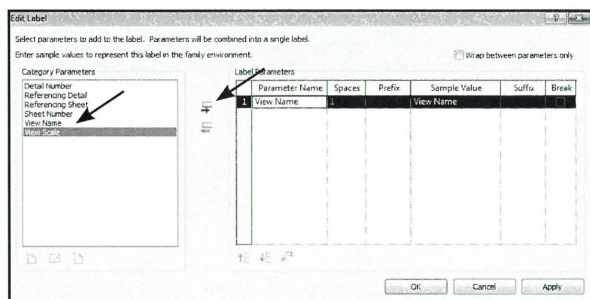

Fig. 03.49. Vælg View Name og klik Add - OK.
- Vælg *View Name* på listen til venstre (Fig. 03.49).
- Klik *Add* (Fig. 03.49) og derefter *OK*.